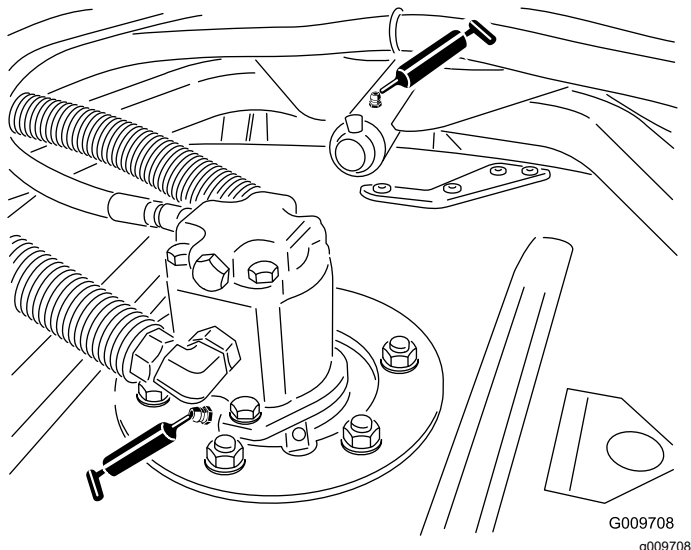

図 54
- 図 54 に示す、スピンドルシャフトのベアリングカッティングユニット 1 台に 2 ケ所
- 図 54 に示す、刈り込みデッキのキャリアアームのブッシュカッティングユニット 1 台に 1 ケ所